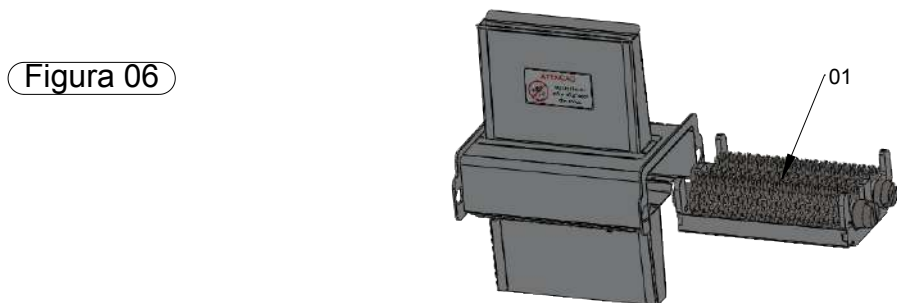

Figura 06
2.4.2 Deslize o mancal com os rolos (item 01, figura 06) na abertura da caixa protetora até o mancal dos rolos encostar no fundo da caixa (item 02, figura 06).